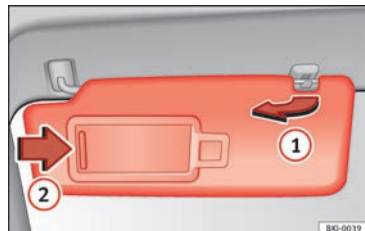

Fig. 147 Pare-soleil du côté du conducteur.
- Le pare-soleil peut être retiré du support et rabattu contre la porte » **fig. 147**  **1**.